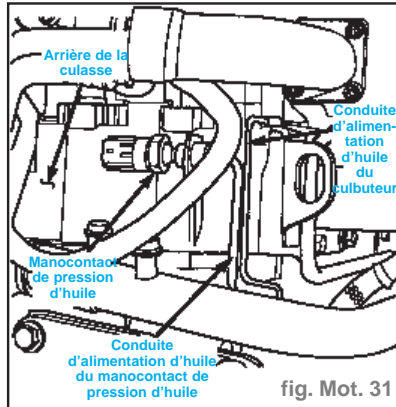

fig. Mot. 31
- Déposer la conduite d'alimentation d'huile pour le manoccontact d'huile (fig. Mot. 31).